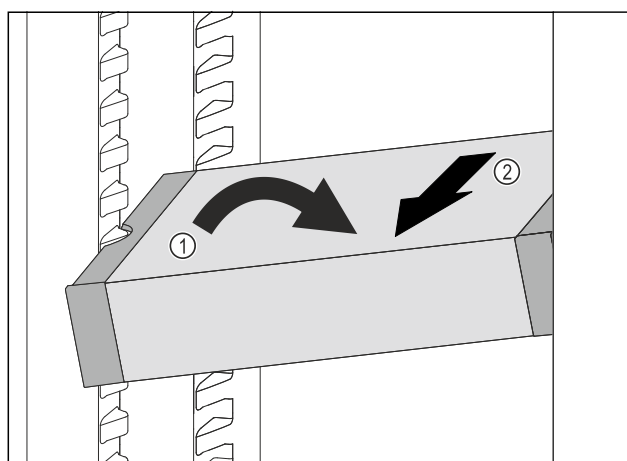

Fig. 97
- ▶ Plasser VarioSafe skrått i kjøleskapet. Fig. 97 (1)
- ▶ Ta ut VarioSafe ved å trekke den forover. Fig. 97 (2)